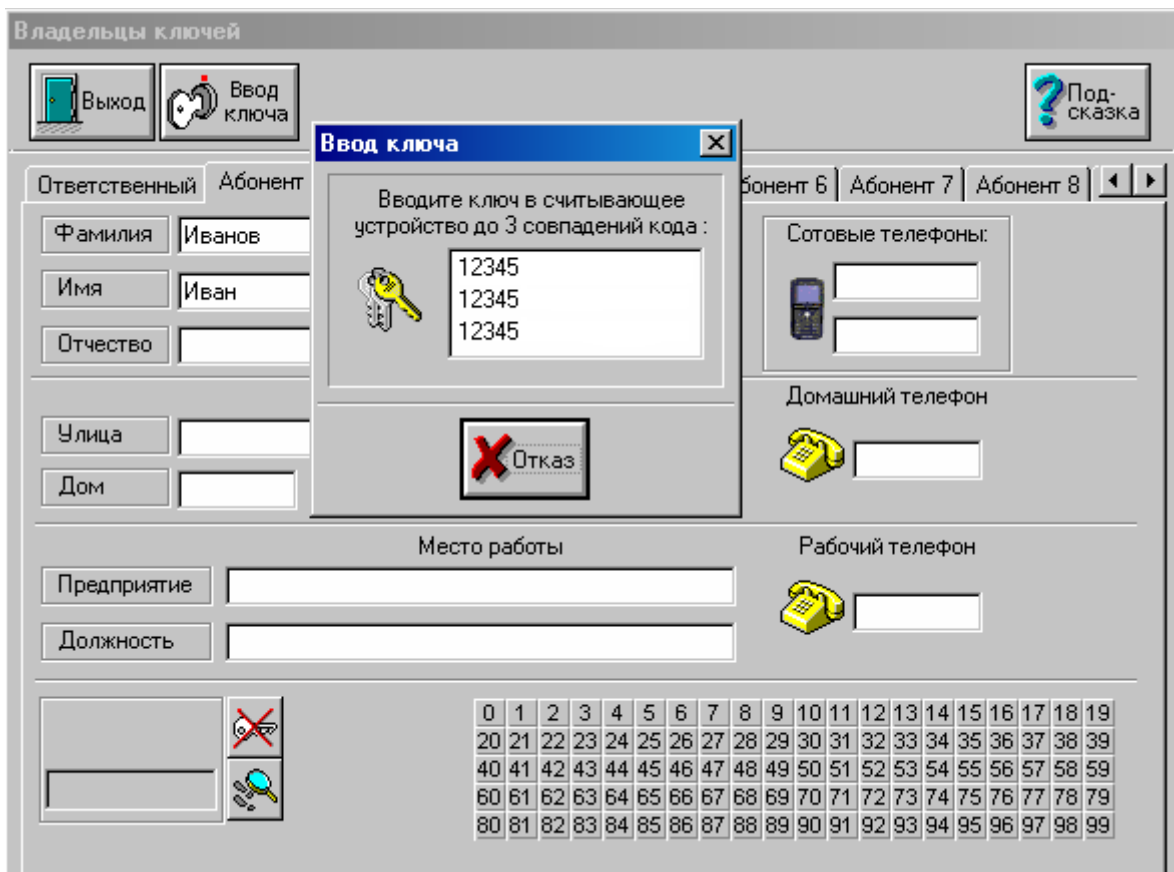

Рисунок 3 Ввод ключа.
7.3 В программе ПЦН откройте карточку объекта. Затем откройте окно «Владельцы ключей» (Рисунок 3), введите Ф.И.О. и нажмите кнопку «Ввод ключа». При прикосновении ключом ЗУ, код ключа появляется на экране и запишется в карточку после трех считываний кода ключа.